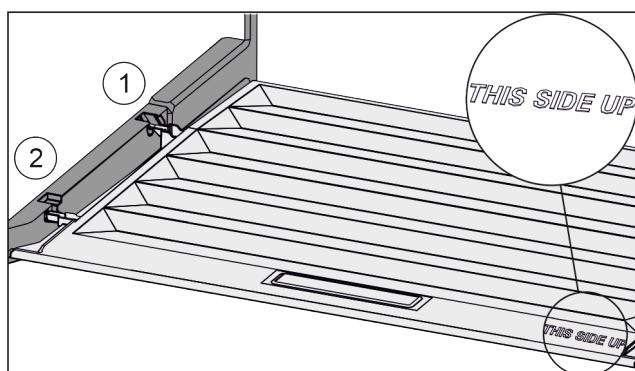

Fig. 104
- Вставити поперечні ребра через отвір заднього тримача Fig. 104 (1) і зафіксувати спереду у тримачі Fig. 104 (2).